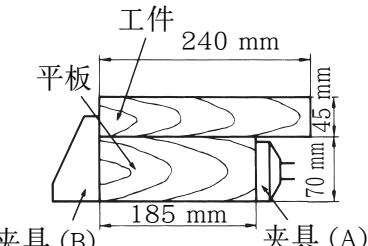

图 10
- (1) 图10表示在0度处锯割宽材料时的尺寸。使用如图所示的平板，可锯割最大尺寸为240 mm(宽)×45 mm(高)的宽工件。